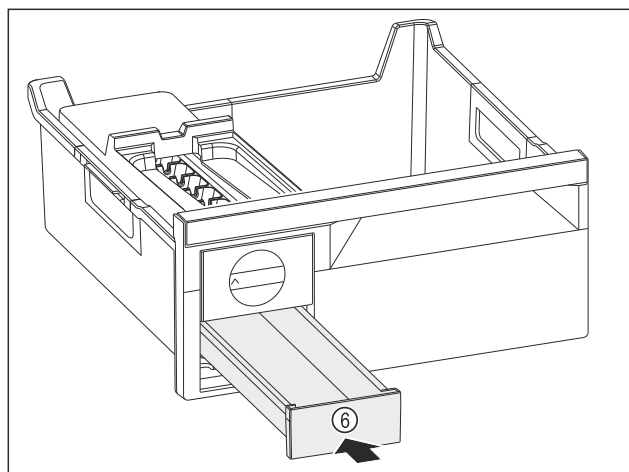

Fig. 122
- ▶ Spingere verso l'interno il cassetto del ghiaccio Fig. 122 (6).